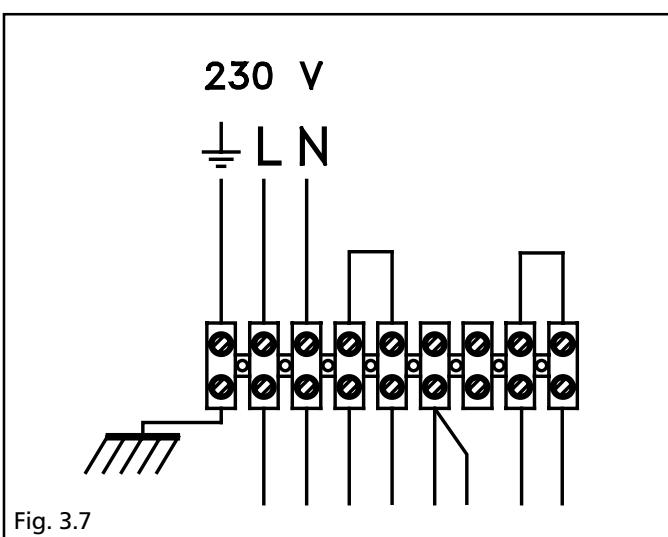

Fig. 3.7
- a continuación se puede acceder a los bornes, efectuando las conexiones eléctricas como se indica en la placa autoadhesiva aplicada a la caldera (fig. 3.7)